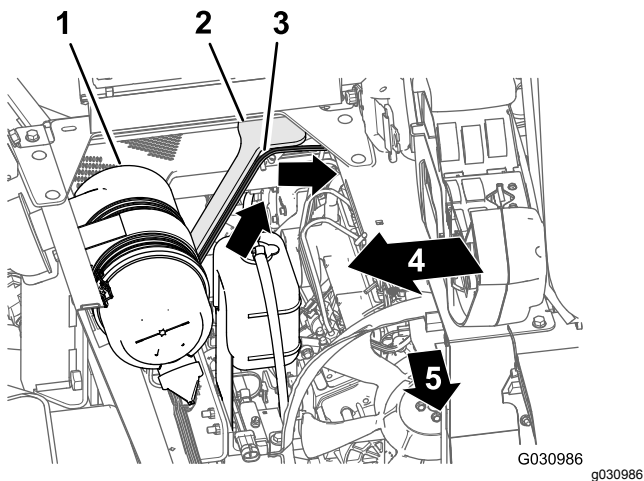

図 109
1. ワイヤハーネスの 165cm の枝を、エンジンルームの上から内部へ入れ、エンジンシュラウドの右側サポートに沿って前方へ進め、エアフィルタとエンジンをつないでいるダクトまで導く図 109。